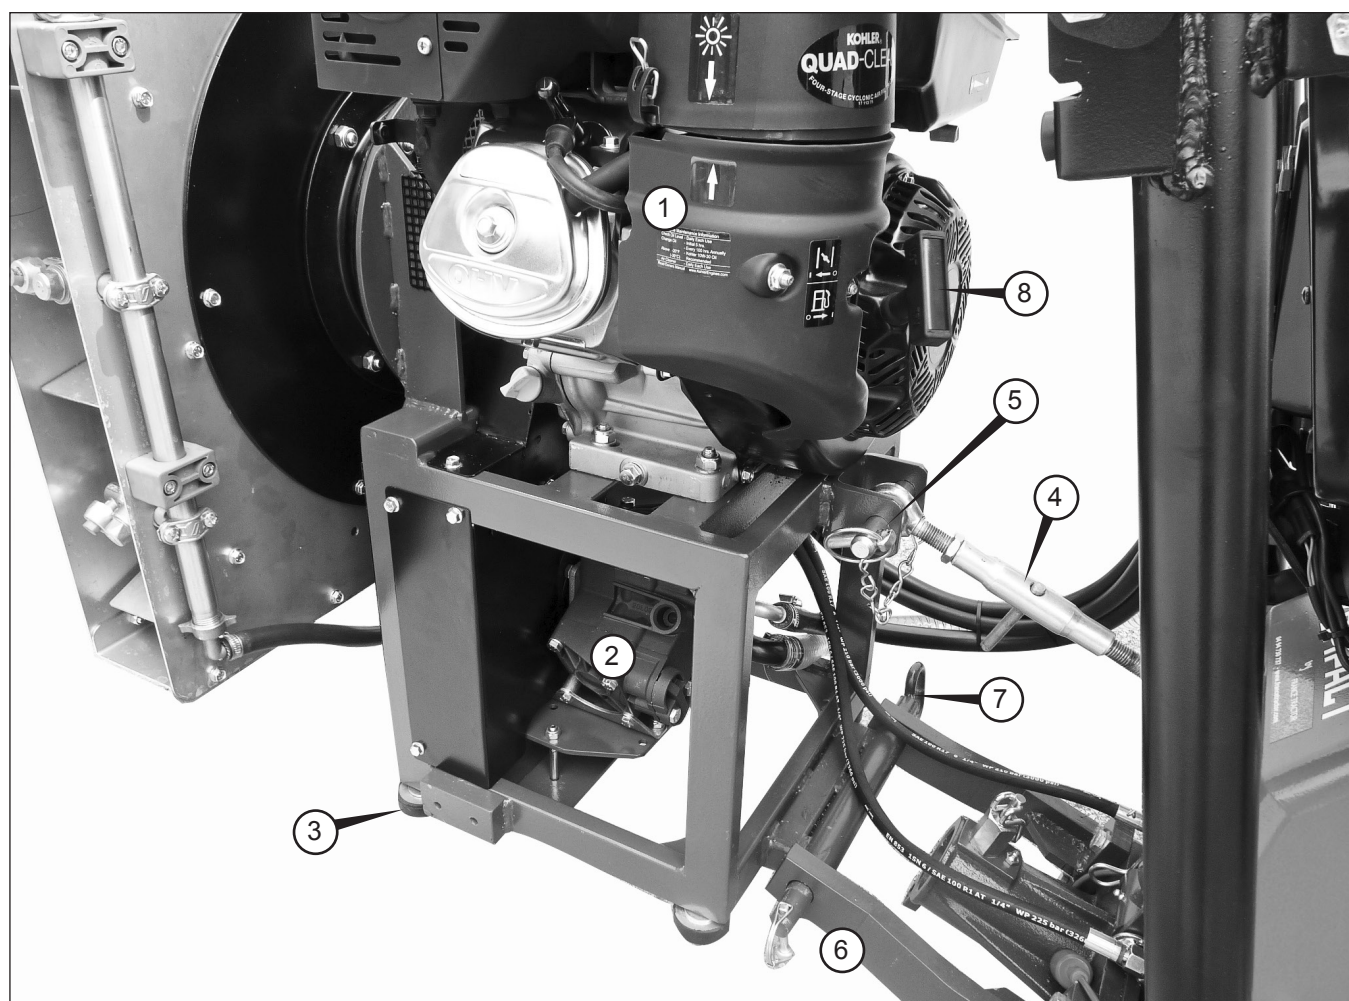

Fig. 23 - Attacco atomizzatore a barre verticali alla macchina multifunzioni VISION
Il gruppo ATOMIZZATORE, descritto in questa «Sezione 7», è un atomizzatore motorizzato, che utilizza una forza motrice autonoma e che può essere installato unicamente sulla macchina multifunzioni VISION e sul MINITRANSPORTER costruito dalla FORT e predisposti a ricevere e far funzionare questa attrezzatura intercambiabile (1 Fig. 21). L'Atomizzatore funziona ricevendo il moto direttamente da un motore ausiliario (2 Fig. 21), completamente indipendente dalla forza motrice della macchina, che fa funzionare sia la pompa a membrana (2 Fig. 23) che la ventola se inserita.
- Posizionare il gruppo atomizzatore nelle vicinanze dei bracci di sostegno dei due punti inferiori (6 Fig. 23).
- Far combaciare i due bracci inferiori (6 Fig. 23) al supporto inferiore dell'atomizzatore e una volta centrato nel foro, introdurre lo spinotto (7 Fig. 23) bloccandolo con la relativa coppiglia a scatto.
- Effettuare la stessa operazione con il terzo punto superiore svitando o avvitando il tirante di regolazione (4 Fig. 23) e, una volta centrato nel foro, introdurre lo spinotto (5 Fig. 23) bloccandolo con la relativa coppiglia a scatto.
**ATTENZIONE.** Tenere presente che la ventola deve risultare perpendicolare al terreno. L'eventuale regolazione (inclinazione della ventola), va effettuata avvitando o svitando il tirante di regolazione (4 Fig. 23).
Per avviare il motore è sufficiente tirare con decisione il manettino di avviamento motore (8 Fig. 23) e rilasciandolo immediatamente a motore avviato.